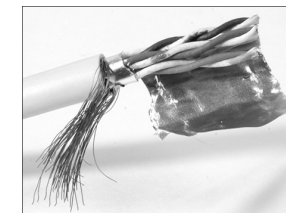

Abbildung 2.18 Freigelegte Adernpaare
4. Legen Sie die verdrehten Adernpaare von der Schirmung (Folie, Geflecht) des Kabelmantels frei, wie Abbildung 2.18 zeigt; bei Cat.-7-Kabeln auch die der Adernpaare selbst. Die Schirmung darf nicht entfernt werden (siehe den nächsten Schritt)!